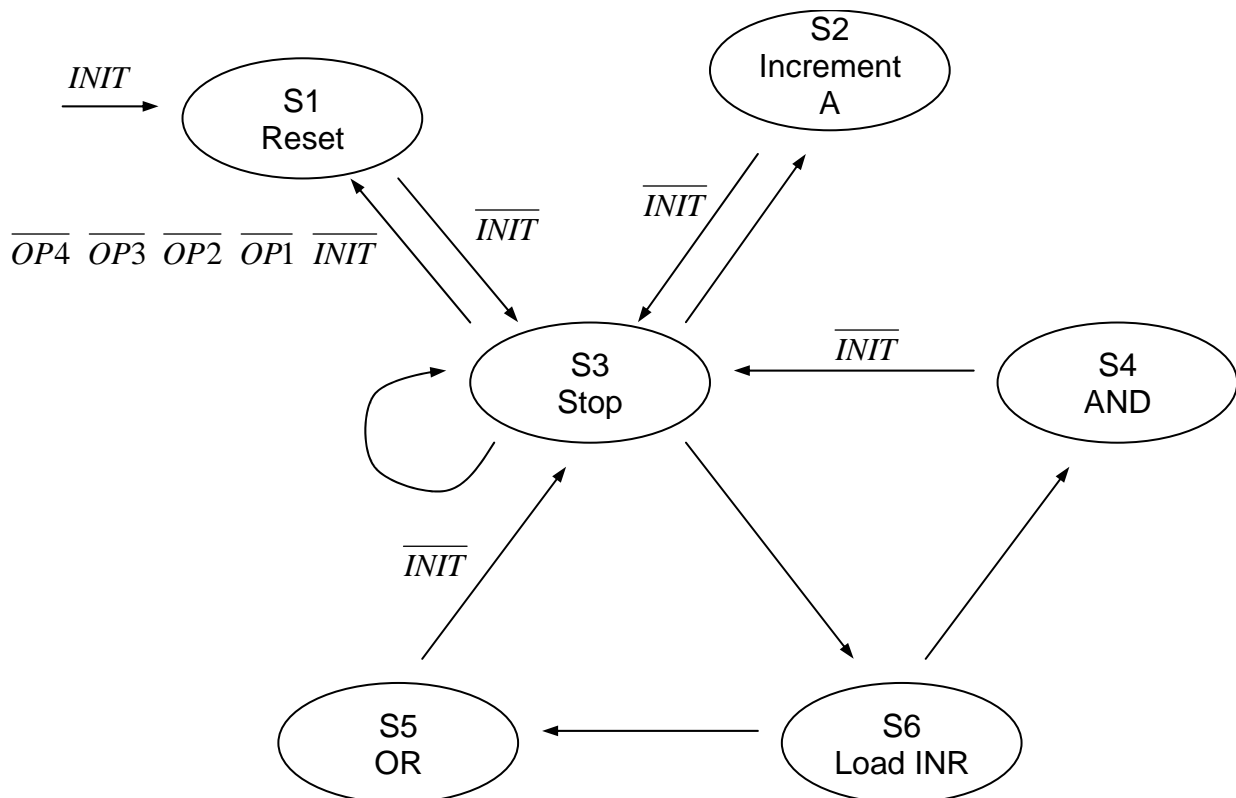

Abbildung 3.1: Zustandsgraph des Steuerwerks
- a) Vervollständigen Sie den Zustandsgraphen des Steuerwerks in Abbildung 3.1 um die noch fehlenden Zustandsübergänge! Geben Sie jeweils die OP-Codes in der in Beispiel 3.1 dargestellten Form an!